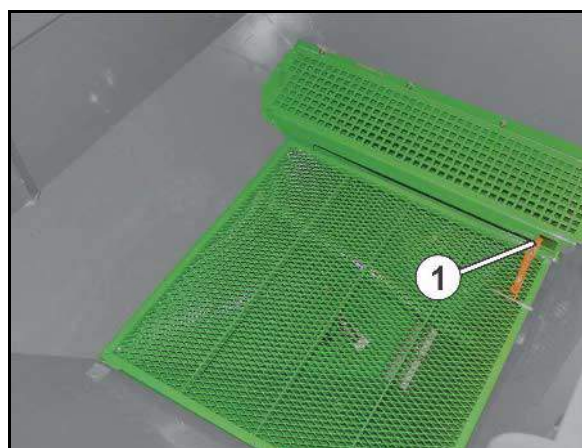

Рис. 53
- складная сетка с фиксатором в бункере для посевного материала (Рис. 53/1).